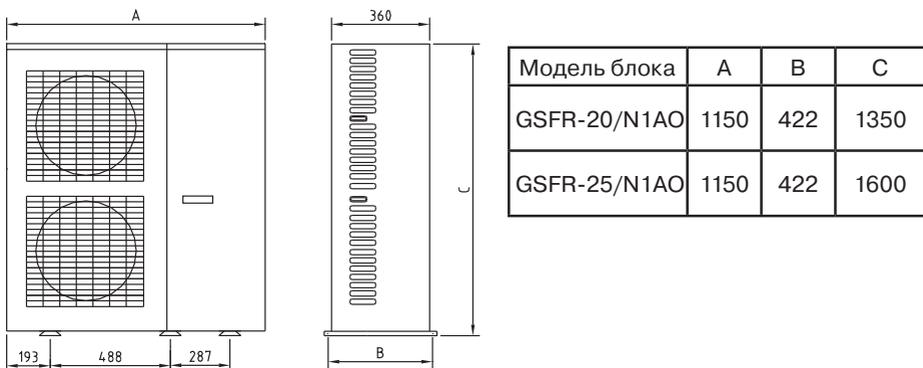

Рис. 9.2
9.2.1 Габаритные и установочные размеры наружных блоков моделей GSFR-20/N1AO, GSFR-20/N1AO, рис. 9.2.